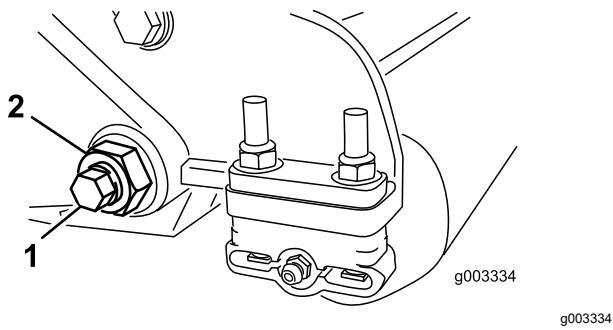

Figura 24
3. Su ciascun lato della macchina, allentate il dado di bloccaggio che fissa il bullone della barra di appoggio (Figura 24).
4. Togliete ciascun bullone della barra di appoggio consentendo alla barra di appoggio di essere tirata verso il basso e rimossa dall'apparato di taglio (Figura 24).